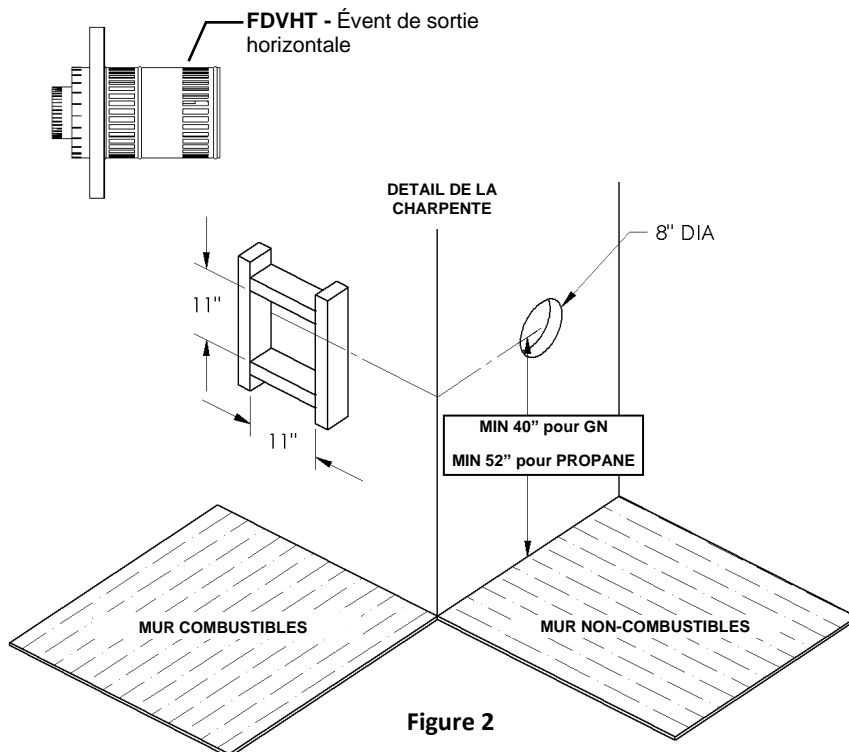

Figure 2
1. Pour déterminer la distance minimale entre le plancher du foyer et le centre de l'évent voir la page Comment encastrer votre foyer. Percez le mur en prévoyant un espace pour un manchon de 11po x 11po (diamètre intérieur) pour les murs combustibles et un manchon de 8po de diamètre pour les murs non combustibles. (voir figure 2)
La longueur maximale est de 20p/ 6.1m lorsque la longueur verticale est de 7pi/ 2.1m (figure 2) N.B. : Pour chaque 12po de conduit horizontal il doit y avoir 1/4po de conduit vertical.